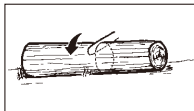

Bild. 13A
1. Stamm der Gesamtlänge nach abgestützt: Schneiden Sie von oben und achten Sie darauf, nicht in den Boden zu schneiden (Bild. 13A).